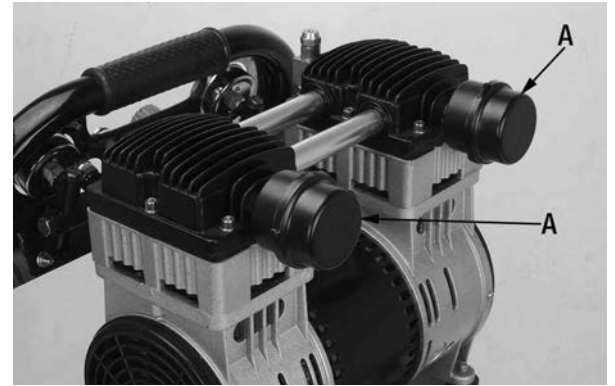

FIGURE 3
1. Installez les deux filtres d'air (A) Fig.3 au boîtiers de la pompe tel que montré.